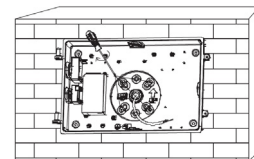
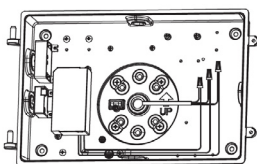

Fig. 1.6
Fig. 1.7
6. Fixer la plaque de montage à l'aide de vis (Fig. 1.6) et connecter les fils (L, N, G) à l'alimentation. (Fig. 1.7)